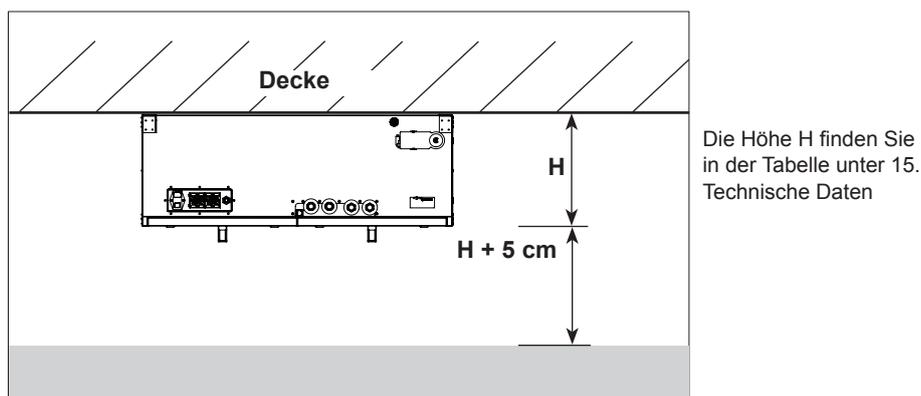

Abb. 8:
- Der Einbau ist zur Wartung / Reinigung gut zugänglich und mit geringem Aufwand ausbaubar auszuführen. Einen Freiraum von min. der Höhe des Gerätes + 5 cm ist zur Erleichterung von Wartungsarbeiten (z.B. Filterwechsel), zu anderen Geräten, Regale oder Schränke einzuhalten (s. Abb. 8).
Das Gerät ist ausschließlich zur Deckenmontage in horizontaler Einbaulage vorzusehen. (s. Abb. 8)